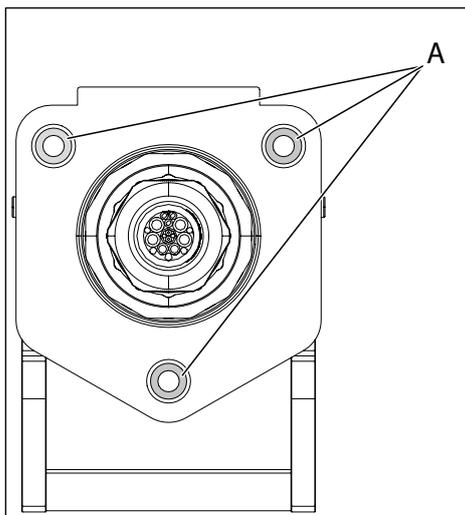
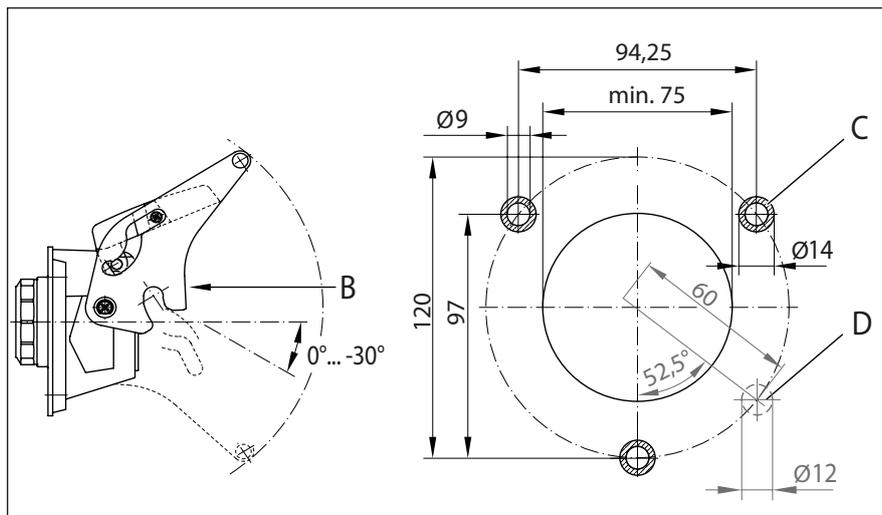

Abb. 7: Erdungsflächen Kupplungsdose
Abb. 8: Montagebohrungen für Kupplungs- bzw. Blinddose
- Die Maße und Anordnung der Montagebohrungen sind aus **Abb. 8** zu entnehmen:
- Stellen Sie vor der Montage sicher, dass die Erdungsflächen **A** (**Abb. 7**) an Kupplungsdose und Befestigungsfläche **C** (**Abb. 8**) frei von Lack und jeglichen Verunreinigungen sind.
- 1.2 Flanschdichtung an der vorgesehenen Stelle (H) mit spitzem Werkzeug durchstoßen und die 2 Kabellitzen für den Schnappschalter durch die Flanschdichtung und die vorbereitete separate Montagebohrung (I) in der Fahrzeugwand ziehen. (Siehe auch „Abb. 8: Montagebohrungen für Kupplungs- bzw. Blinddose“ auf Seite 10). Dabei die Litzen unbedingt mit Schutzschlauch sichern!
- Die Maße und Anordnung der Montagebohrungen sind identisch mit denen der Kupplungsdose. Siehe Kapitel „5.1 Kupplungsdose“, Abb. 8.
- Stellen Sie vor der Montage sicher, dass die Erdungsflächen an Blinddose und Befestigungsfläche frei von Lack und jeglichen Verunreinigungen sind. Siehe Kapitel „5.1 Kupplungsdose“, Abb. 7 und Abb. 8.